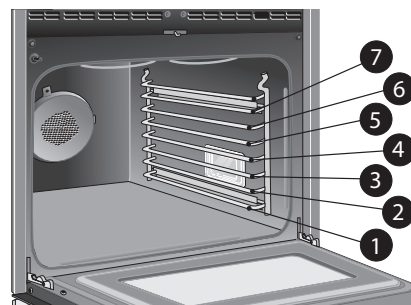

Figure 16: Positions des grilles
- Lorsque vous utilisez une grille plate avec une grille à glissière, utilisez la position 7 pour la grille plate et la position 2 pour la grille à glissière ou placez la grille plate en position 2 et la grille à glissière en position 6. (Figure 16)